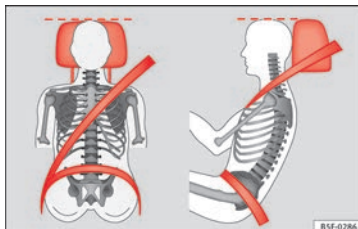

Abb. 84 Richtig eingestellte Kopfstütze von vorne und seitlich betrachtet.
- Stellen Sie die Kopfstützen so ein, dass sich die Oberkante der Kopfstütze möglichst auf einer Linie mit dem oberen Teil des Kopfes, jedoch nicht niedriger als Augenhöhe befindet » » **Abb. 84.**